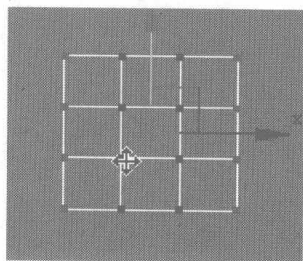
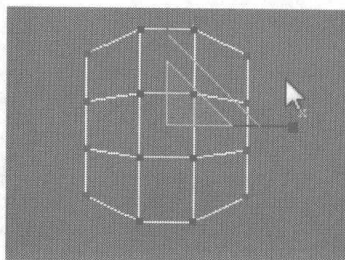
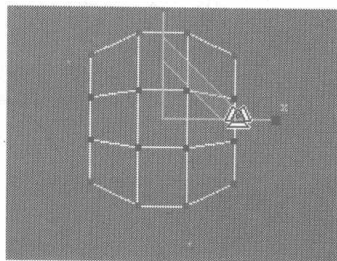
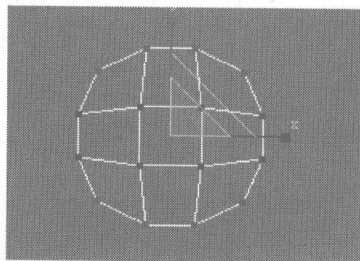

图 2.246
图 2.247
图 2.248
图 2.249
- 25** 在 Top 视图中选择如图 2.246 所示的点, 调整到如图 2.247 所示的位置。选择如图 2.248 所示的点, 调整到如图 2.249 所示的位置。